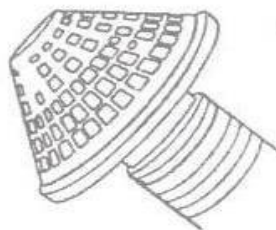

Fig. 30
c) Comprobar que el filtro esté regulado (fig. 30)